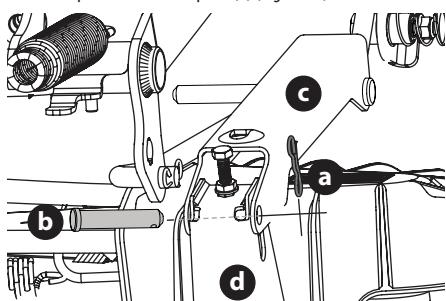

Figura 45
- Extraiga los dos pasadores con unión curva (a) de los pasadores de horquilla (b) que sujetan los soportes del varillaje de elevación (c) a los soportes traseros de elevación de la plataforma (d) en la plataforma. Extraiga los pasadores de horquilla (b) (Figura 45).